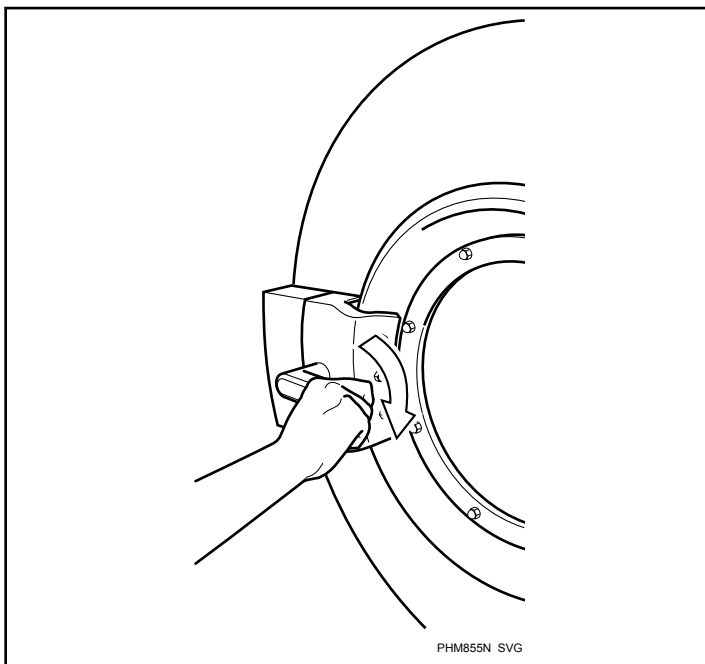

Figura 40
2. Gire el asidero de la puerta en el sentido de las agujas del reloj, y tire de la puerta hacia la izquierda para abrirla. Consulte la *Figura 40*.